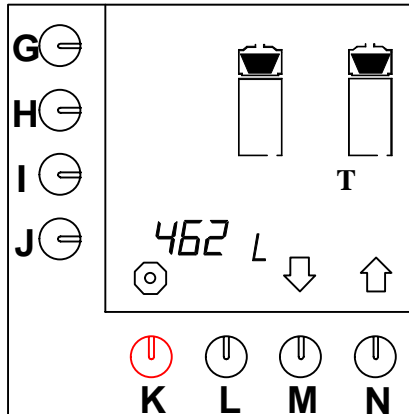

Fig. 28 Totalräkneverk bryggarsystem
- Totalräkneverket visas på displayen (fig. 28).
- Det totala antalet liter kaffe som har bryggts under maskinens livslängd kan avläsas på displayen (fig. 28).